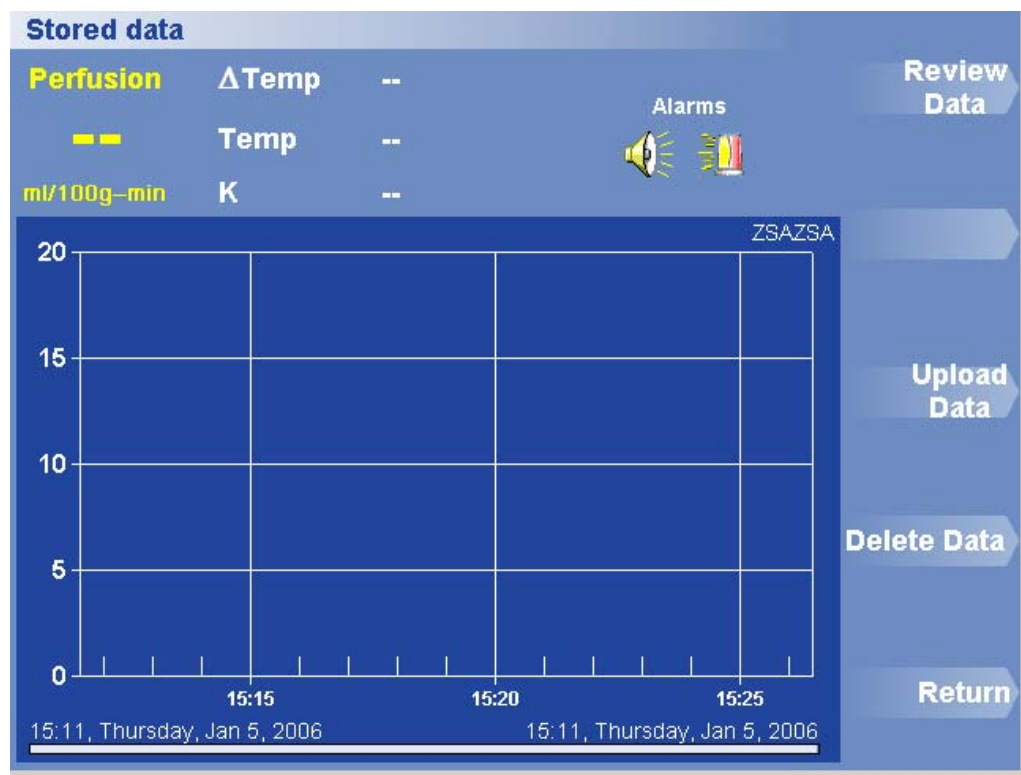

Figura 15. Menu Dados Armazenados
1. Prima o botão Stored Data (Dados Armazenados). Aparece o menu Dados Armazenados (Figura 15).